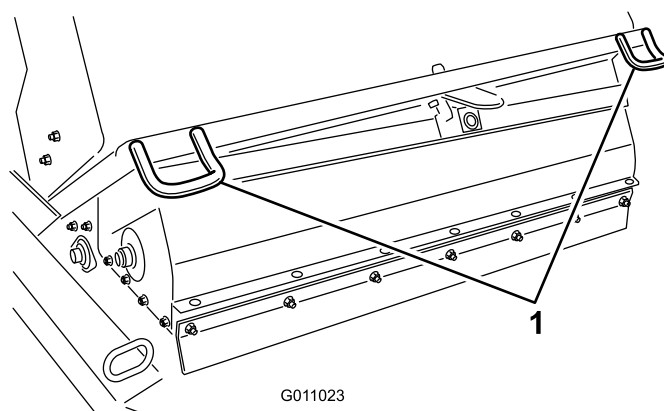
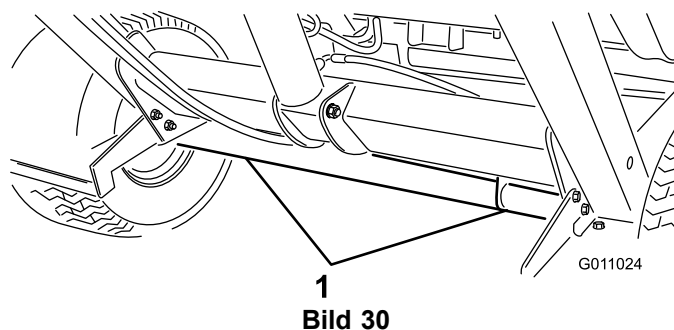

Bild 29
Bild 30
- Verwenden Sie beim Transport der Kehrmaschine die Vergütungsstellen, um die Maschine vorne zu befestigen (Bild 29) und die Achse (Bild 30), um das Heck der Maschine am Anhänger zu befestigen.